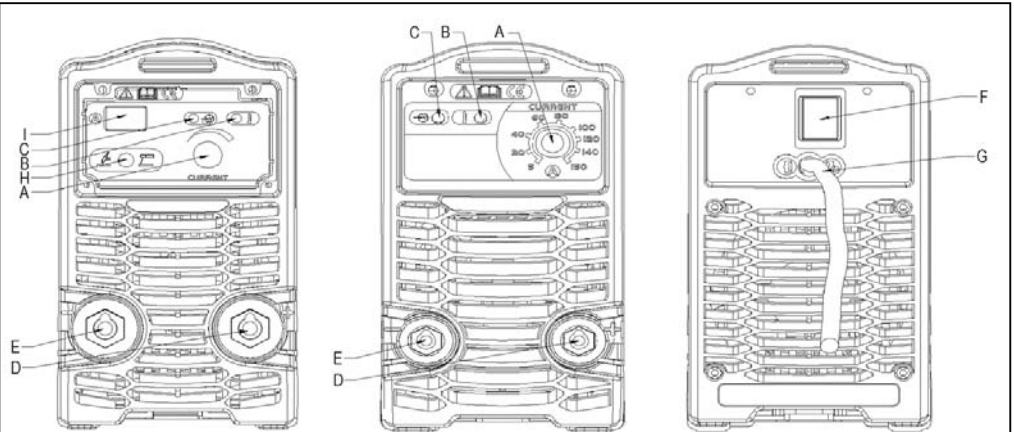

Abb. 1
Die Signallampe B (Abb. 1) weist die Anwesenheit dieser Schutzvorrichtung. Bevor man das Gerät wieder betreiben kann, muß man einige Minuten verstreichen lassen.
- Prüfen, ob der Schalter F (Abb. 1) auf O bzw. der Netzstecker gezogen ist, dann die Schweißkabel anschließen. Für die Polung die Angaben des Elektrodenherstellers beachten.
- Die Maschine mit dem Schalter F (Abb. 1) einschalten. **ACHTUNG: ELEKTRISCHER SCHLAG KANN TÖDLICHE FOLGEN HABEN.**